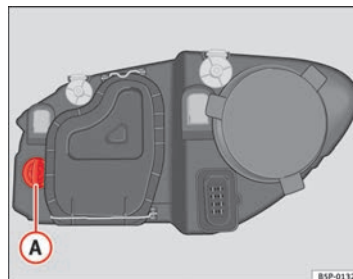

Fig. 182 Ampoule du clignotant
- Tournez le support d'ampoules ⇒ fig. 182 (A) vers la gauche puis tirez.